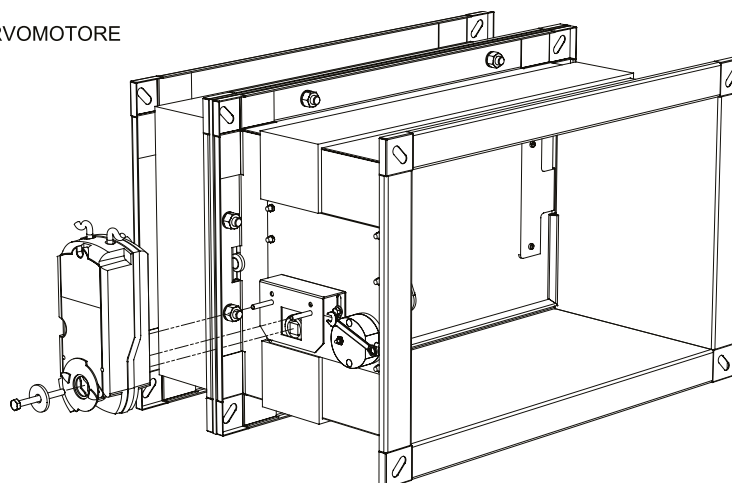

FIG. 12 Estrazione servomotore
- 4 - Svitare le viti di fissaggio (come in FIG. 12);